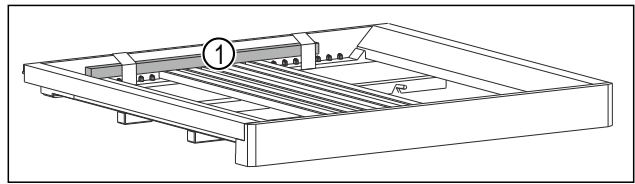

Fig. 49 *
- Rimuovere l'asta in legno Fig. 49 (1)*.